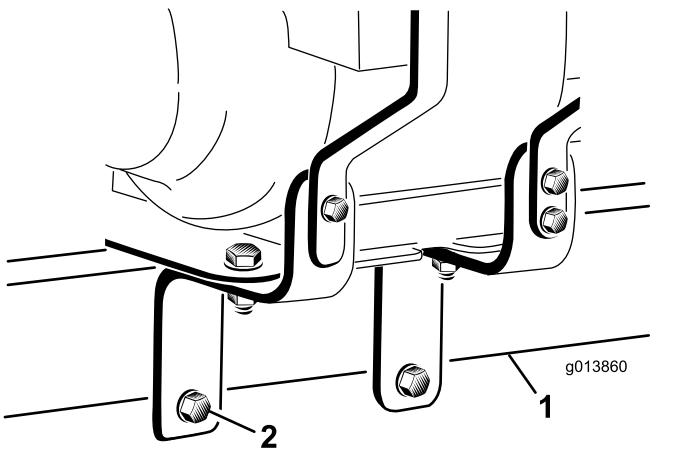

Bild 7
8. Stecken Sie die zwei Bolzen ($\frac{1}{2}$ " x 5") durch die Löcher in der Motorbefestigungshalterung und stellen Sie sicher, dass eine Flachscheibe an jeder Außenseite der Motorbefestigungshalterung angebracht ist, und dass die Bolzen unter dem Anbauvorrichtungsrohr verlaufen. Ziehen Sie die 2 Muttern ($\frac{1}{2}$ ") wie in Bild 7 dargestellt handfest an.